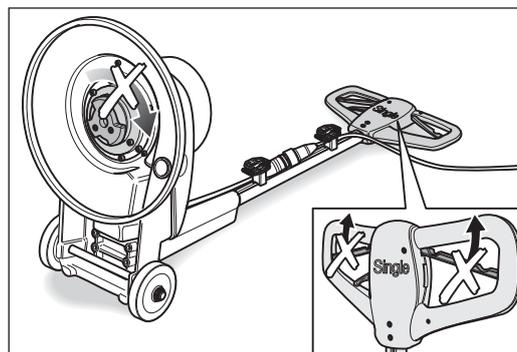

Abb. 9 **Nie** die Maschine einschalten, wenn **kein** Schleifteller montiert ist!
- KEIN Schleifteller montiert ist (Abb. 9)!